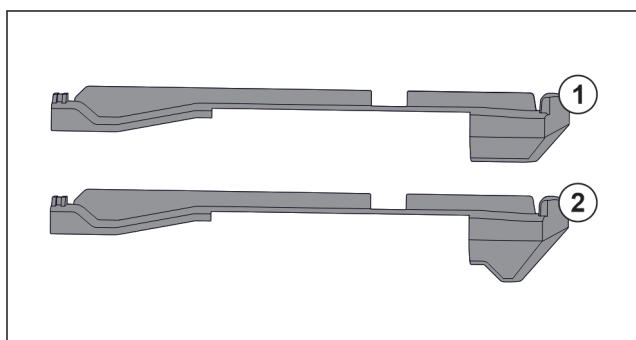

Fig. 62 Porovnání nasazovacích dílů
V přístroji se nacházejí dva různé nasazovací díly. Nasazovací díl nad nejspodnější zásuvkou Fig. 62 (2) má hranu trojúhelníkového tvaru. Všechny ostatní nasazovací díly Fig. 62 (1) mají rovnou hranu.
- ▶ Nasazovací díl Fig. 62 (2) s hranou trojúhelníkového tvaru připevněte nad nejspodnější zásuvkou.
- ▶ Nasazovací díl Fig. 62 (1) s rovnou hranou připevněte na všech ostatních místech.